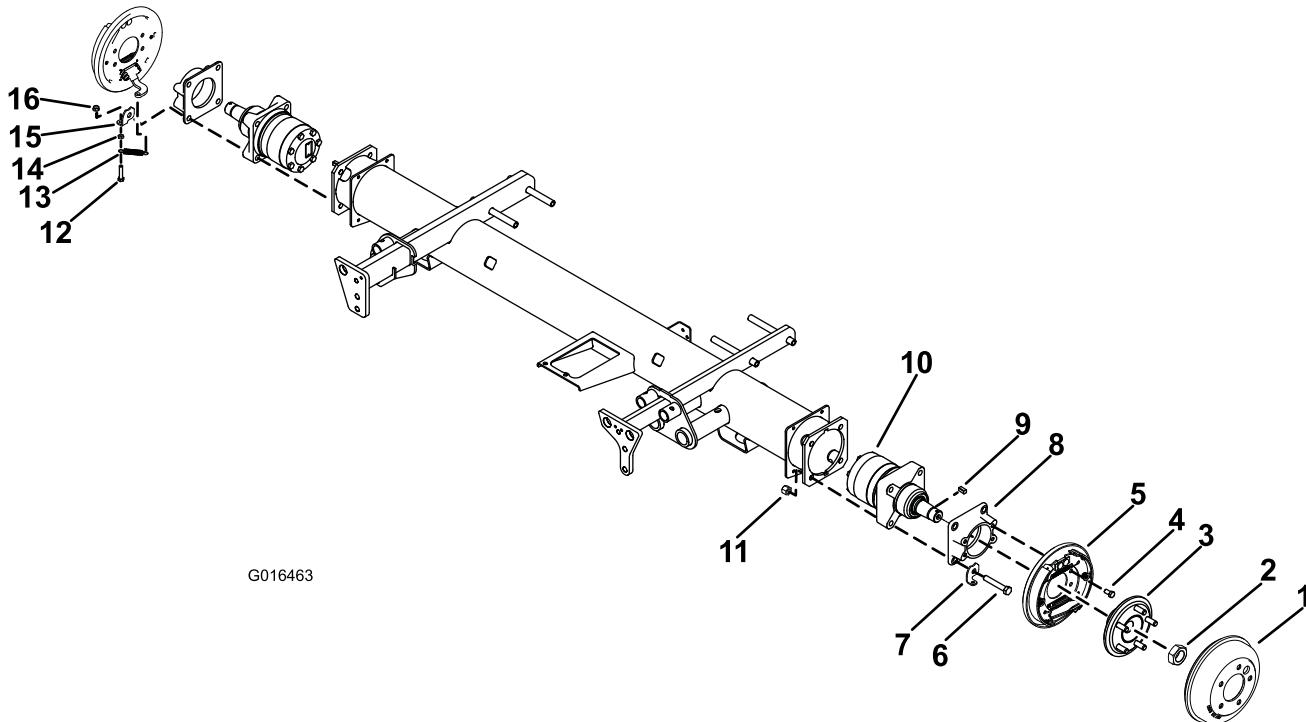

Bild 1
Entfernen der alten Komponenten (Bild 1)
Installieren der neuen Komponenten (Bild 1)
4. Setzen Sie die vier Sicherungsmuttern (1/2") auf die Kopfschrauben und ziehen sie an, um den Motor, den Bremsadapter und den Federclip am Rahmen zu befestigen. Ziehen Sie die Schrauben mit 91 bis 113 N·m an. Stellen Sie sicher, dass der Federclip so ausgerichtet ist, wie in Bild 1 dargestellt.